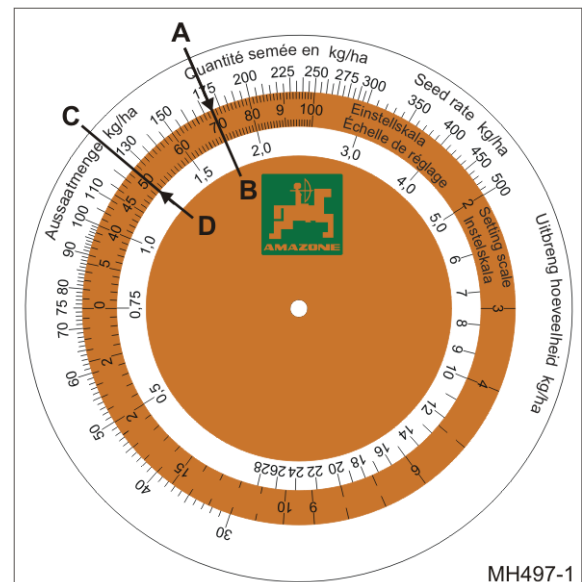

Fig. 160
- o errechnete Saatmenge 175 kg/ha (Fig. 160/A)
- o Getriebe-Einstellwert 70 (Fig. 160/B).
- o gewünschte Saatmenge 125 kg/ha (Fig. 160/C)
- o Getriebe-Einstellwert 50 (Fig. 160/D).